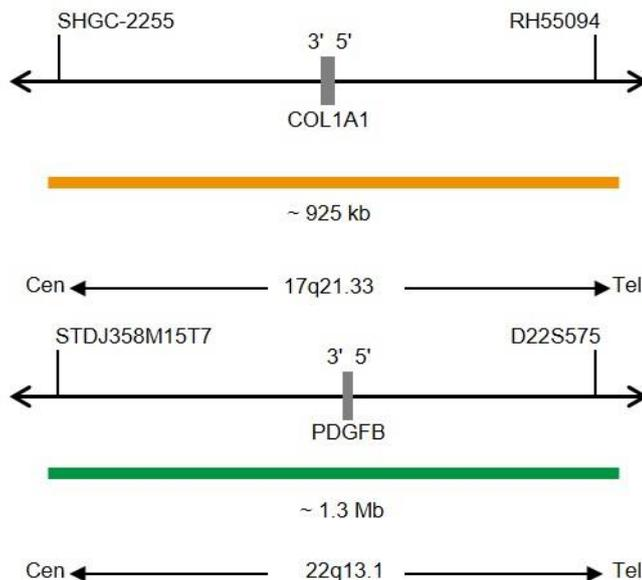

Fig. 1: Em cima: Mapa de sondas SPEC COL1A1, em baixo: Mapa de sondas SPEC PDGFB (não à escala)
- Polinucleótidos marcados com ZyOrange (excitação 547 nm/emissão 572 nm) (~6,0 ng/ μ l), que têm como alvo sequências mapeadas em 17q21.33* (chr17:47,820,343-48,744,021) que albergam a região do gene COL1A1 (ver Fig. 1).
- Polinucleótidos marcados com ZyGreen (excitação 503 nm/emissão 528 nm) (~10,0 ng/ μ l), que têm como alvo sequências mapeadas em 22q13.1* (chr22:38,928,973-40,267,687) que albergam a região do gene PDGFB (ver Fig. 1).